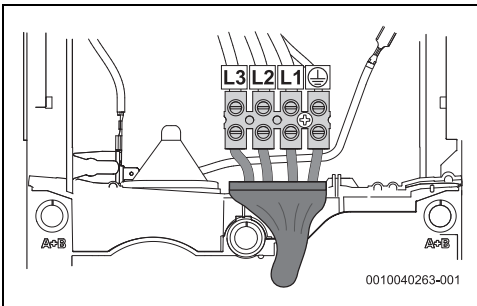

Bild 39 Anschluss unten für kurze Kabel
- Anschluss unten für kurze Kabel (Abb. 39)